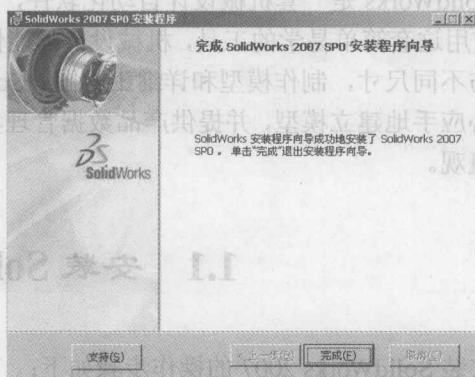

图 1-4 完成安装
(10) 程序安装结束,出现如图 1-4 所示的安装完成界面,单击“完成”按钮,退出安装程序。